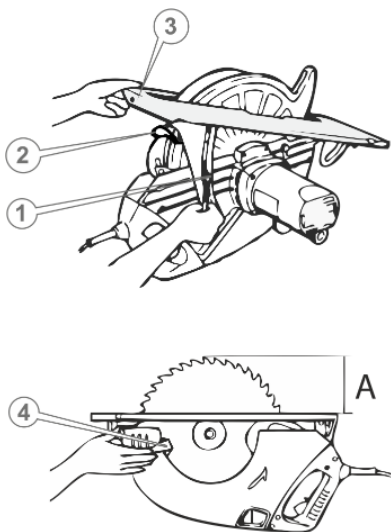

Рисунок 3. Регулювання глибини різі
5.2.2. Регулювання глибини різь (див. рис. 3)
1. Встановити пилу на рівній чистій поверхні верстата у положення, як на рис. 3.
2. Послабити важіль фіксації механізму регулювання глибини різь (1, рис. 3).
3. Обережно підняти край основи алюмінієвої бази (3, рис. 3), встановивши необхідну глибину різь (А).
4. Надійно затягнути важіль фіксації механізму регулювання глибини різь (1, рис. 3).
5. Переконавшись, що глибину різь встановлено вірно – посунути рухливий захисний кожух за допомогою важеля (4, рис. 3) у напрямку руху годинникової стрілки, щоб відкрився робочий диск, та виміряти відстань (А).